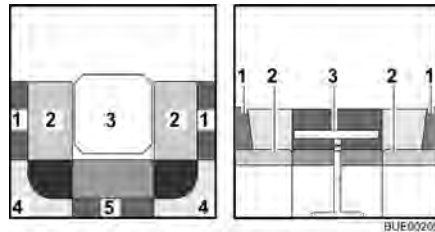

Bild 80 Före ombyggnaden
- Bygg om bordet (Bild 80,3) till sängbotten (se avsnitt 6.11).